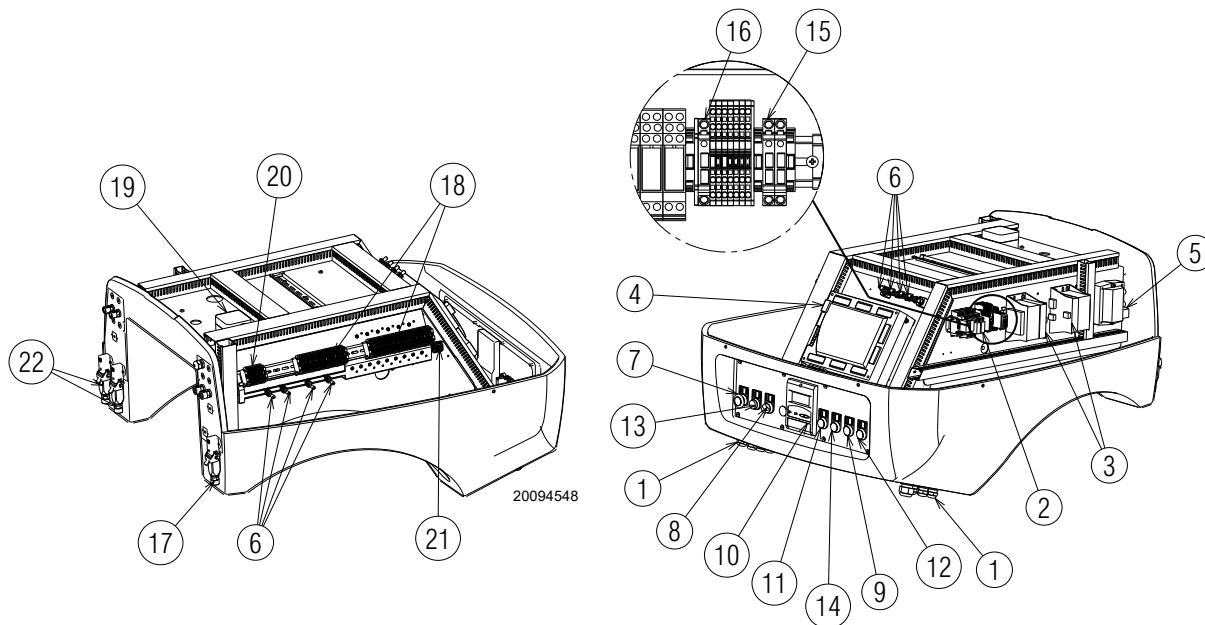

Рис. 6
- **Блокировка автомата горения:** загорание кнопки 13) (Рис. 6) (**красный светодиод**) сигнализирует о том, что горелка заблокирована. Для сброса блокировки нажмите на кнопку 13) (Рис. 6).